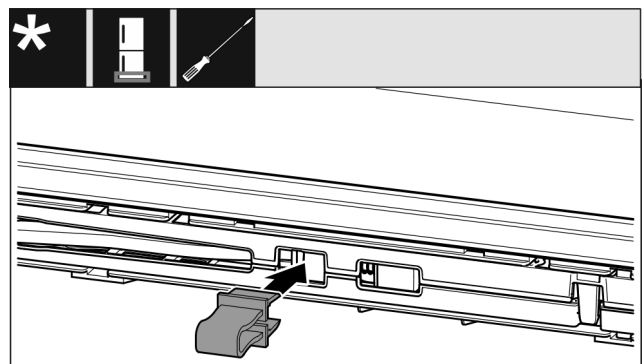

Fig. 17
- ▶ Sicherung in Öffnung einrasten. (siehe Fig. 17)